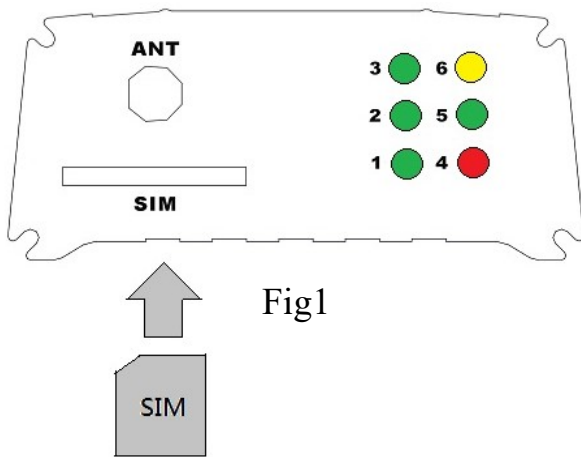

Fig1
5.1 SIM CARD INSTALLATION (Fig1)